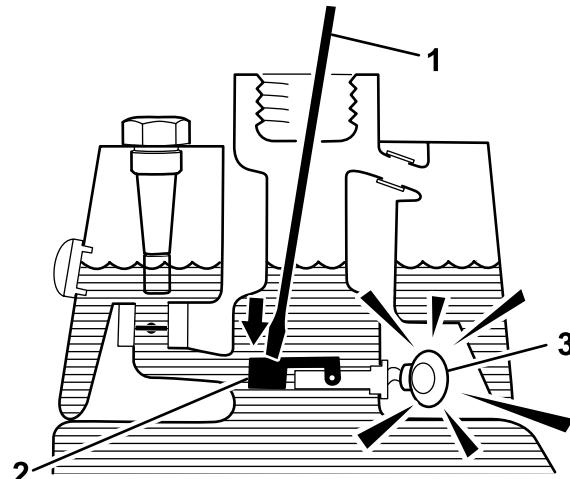

Figura 61
3. Insira uma barra ou uma chave de parafusos no bocal do depósito e empurre com cuidado o comutador (Figura 61) para baixo. O alarme deverá ser ativado ao fim do período de desfasamento de um segundo.